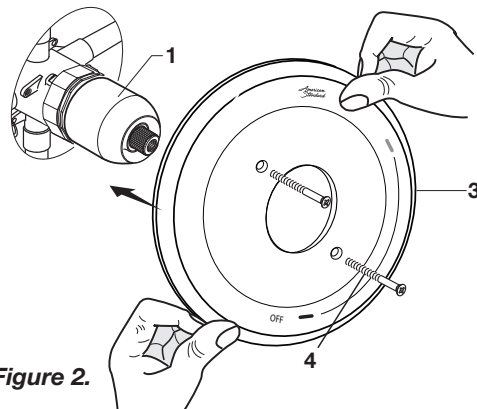

Figure 2.
- **Figure 2.** Enfoncez l'ÉCUSSE (3) sur le CAPUCHON (1) et fixez-le sur le corps de valve avec des VIS LONGUES (4).